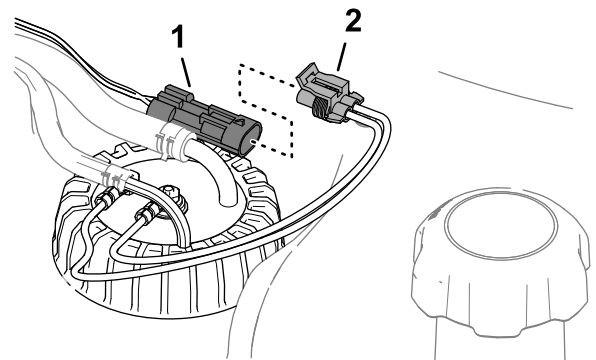

図 94
6. マシンのワイヤハーネスの 2 ピンコネクタに、燃料センダのハーネスの 2 ソケットコネクタを接続する 図 94。